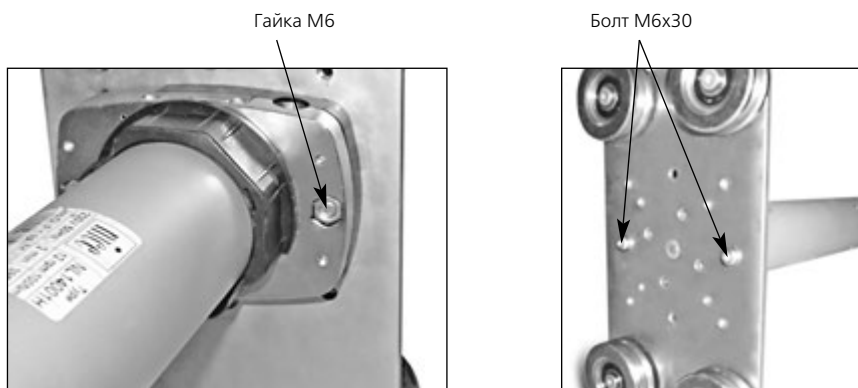

Рис.3.1 Крепление двигателей "Nice" серий Neo MN и Neo LH.
- серии Neo LH крепятся к каретке при помощи двух болтов М6х30 с шестигранной головкой и размером под ключ S10 или винтов М6х30 с цилиндрической головкой с внутренним шестигранником S5 и двух гаек М6, устанавливаемых в шестигранные отверстия оголовка привода. Для крепления завести болты с обратной стороны каретки (рис.3.1).